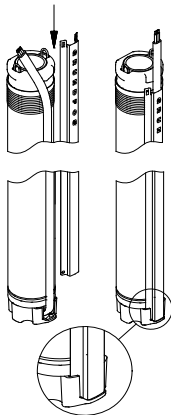

Fig. 8
2. Placera kabelskyddsskenan i spåret på kabelanslutningen. Kabelskyddsskenans två tungor skall passa ihop med den översta kanten på pumpmanteln, se fig. 8.